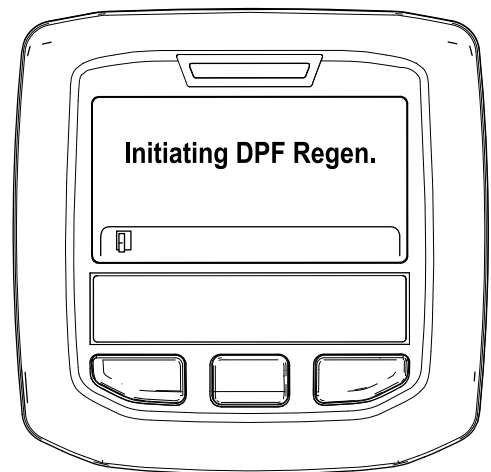

Figura 47
- A. Aparece el mensaje "Initiating DPF Regen." (Iniciando regeneración del FPD) (Figura 47).